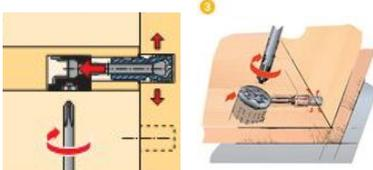

Рис.4
- Используя дюбели быстрого монтажа скрепить боковые цоколя (поз.17) вместе с цоколями (поз.16) См.рис. 4, 5.